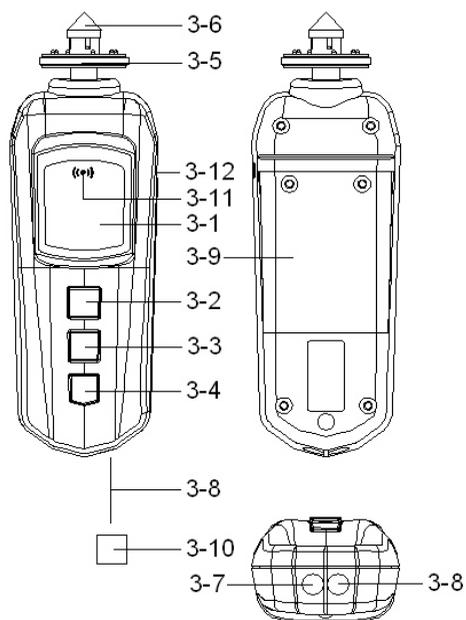

Fig. 1
- 1) Appuyez sur la touche de mise sous tension ( 3-2, Fig. 1 ) en laissant la touche enfoncée.
- 2) Appuyez sur la touche de fonction ( 3-3, Fig. 1 ) plusieurs fois pour basculer entre les sélections :
- e. *Mesure sans contact, l'afficheur indique le symbole "RPM", le pointeur laser est activé ( 3-8, Fig. 1 ) simultanément.*
- 2) Placez la bande réfléchissante ( 3-10, Fig. 1 ) sur l'objet à mesurer. Appuyez sur la touche de mise sous tension ( 3-2, Fig. 1 ) en continu et alignez le pointeur laser ( 3-8, Fig. 1 ) avec la cible. Vérifiez que l'indicateur à l'écran ( 3-11, Fig. 1 ) s'allume lorsque la cible passe devant le faisceau laser.
- 2) Appuyez sur la touche de mise sous tension ( 3-2, Fig. 1 ) apposez légèrement l'adaptateur (3-6, Fig. 1) contre le trou central de l'axe de rotation de mesure. Relâchez le bouton de mesure lorsque la lecture est stabilisée ( environ 2 s ).
- 2) Appuyez sur la touche de mise sous tension ( 3-2, Fig. 1 ) et placez la roue de mesure ( 3-5, Fig. 1 ) sur le détecteur. Relâchez la touche lorsque la lecture est stabilisée ( environ 2 s).
- a. Appuyez d'abord sur la touche mémoire ( 3-4, Fig. 1 ) Pour afficher la dernière valeur ("LA" et la dernière valeur seront affichées alternativement).
- \* Pour changer les piles, ouvrir le compartiment ( 3-9, Fig. 1 ).
- \* Assurez-vous de bien replacer le couvercle ( 3-9, Fig 1 ) après avoir changé les piles.
L'appareil possède une interface Série via une entrée 3.5 mm ( 3-12, Fig. 1 ).